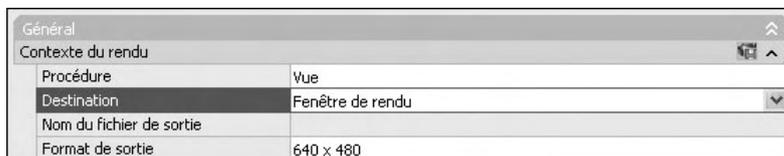

Fig.12.16
- 3 Dans la section **Contexte du rendu** (Render Context), cliquez sur le champ situé à droite de **Destination** et sélectionnez l'option souhaitée (fig.12.16).